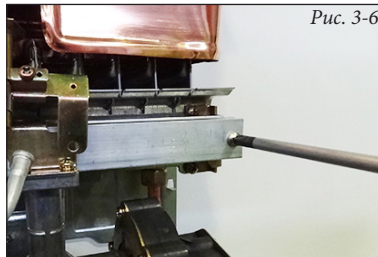

Рис. 3-6
- вывинтите винты крепления газовой рампы (Рис. 3-6);